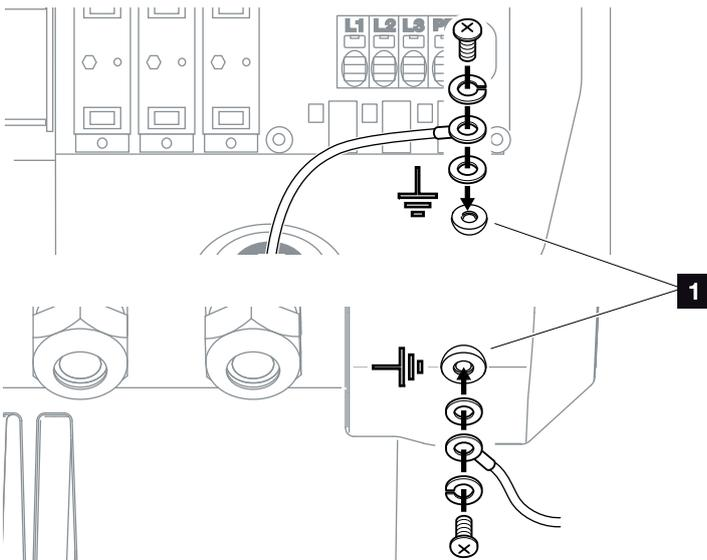

Fig. 23: Landespecifik PE-tilslutning inde / ude
9. I lande, hvor der er foreskrevet en yderligere PE-tilslutning, tilsluttes denne på det markerede sted på kabinettet (indvendigt eller udvendigt) med det angivne tilspændingsmoment på 3 Nm (M6). **🔧 Fig. 23, pos. 1 !**